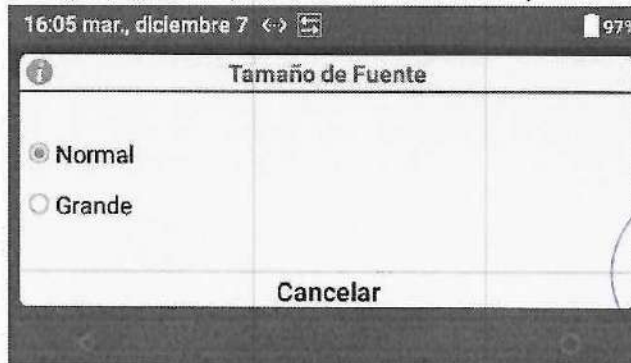

Figura 19: Ajuste del tamaño de fuente
- 2 En el cuadro de diálogo (Figura 19), seleccione el tamaño preferido (**Normal** o **Grande**).